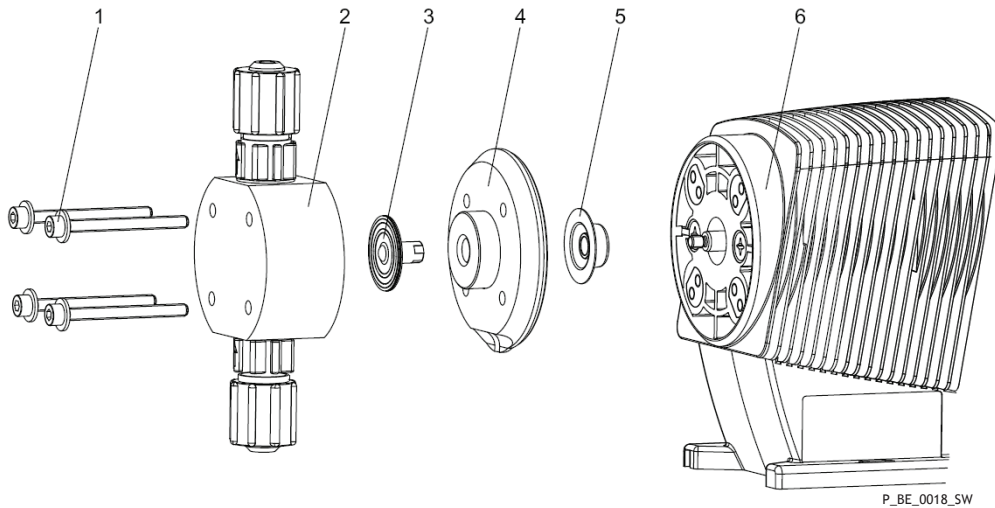

Рис. 12: Покомпонентное изображение узла подачи
16. ➤ Снова свинтить мембрану (3).
17. ➤ Диск головки (4) поместить на корпус насоса (6).
– Отверстие для просачивания в позднейших конструкциях насоса должно быть направлено вниз (см. Рис. 12)!
– Диск головки (4) поместить в правильную позицию на корпусе насоса (6)! Диск головки на корпусе насоса не поворачивать, чтобы не зажать предохранительную мембрану (5)!
18. ➤ Вложить мембрану (3) в диск головки (4).
– Мембрану (3) на следующем этапе нельзя слишком затягивать!
– Диск головки (4) должен оставаться в своей позиции, с тем чтобы не была зажата предохранительная мембрана!
19. ➤ Диск головки (4) закрепить и мембрану (3) по часовой стрелке крепко завинтить до ее прочной посадки (сопротивление возвратной пружины при завинчивании будет ощутимым).
21. ➤ Дозирующую головку (2) с болтами (1) надеть на мембрану (3) и диск головки (4) (отверстие для просачивания в позднейших конструкциях насоса должно быть направлено вниз).
22. ➤ Болты (1) наживить, а затем затянуть крест-накрест (момент затяжки – см. ниже).